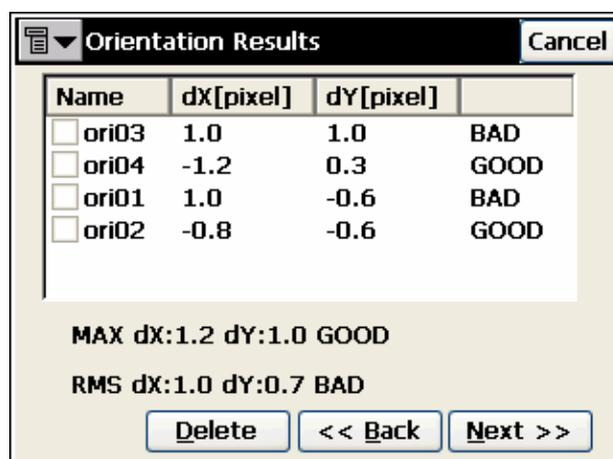

Рисунок 6-47. Результаты ориентирования
3. Результаты ориентирования изображения будут показаны в окне **Orientation Results (Результаты ориентирования)** (рис. 6-47). Результаты ориентирования для каждой измеренной точки даются в виде величин dX и dY , выраженных в пикселях.